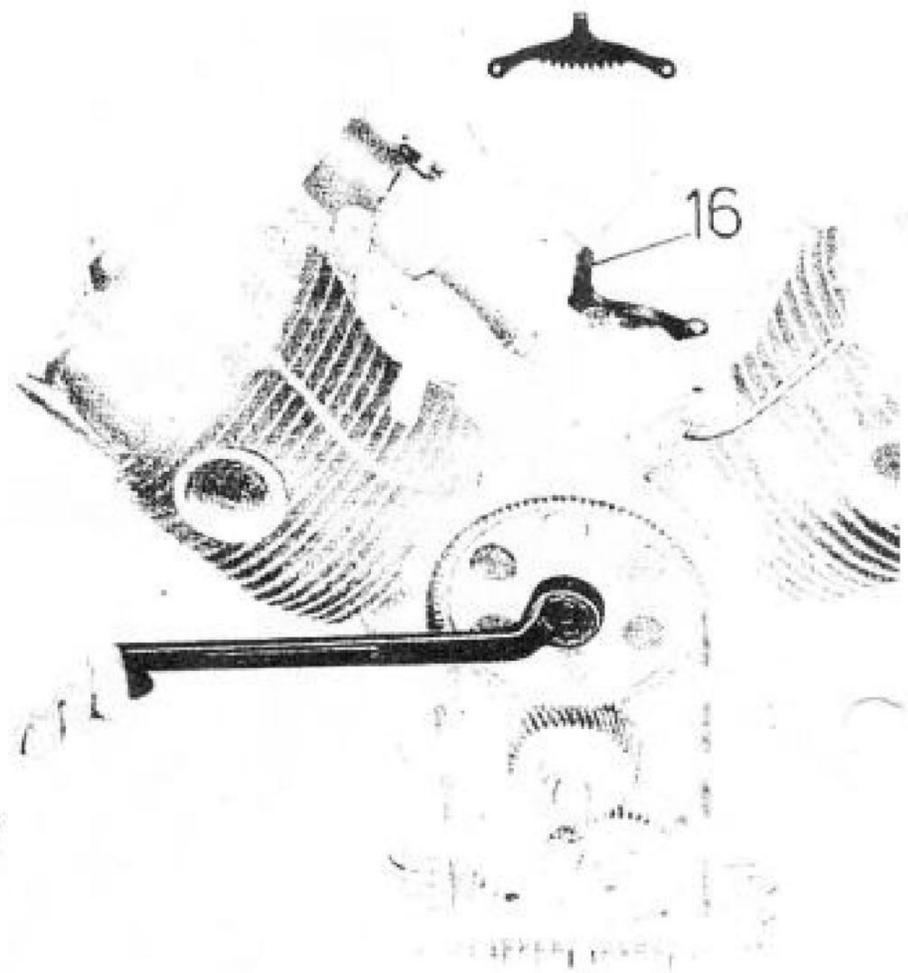

Fig. 11
- l'ingranaggio distribuzione a mezzo attrezzo n. 12911801 (16 di fig. 11) e chiave ad occhio, levare il dado che lo fissa all'albero motore;